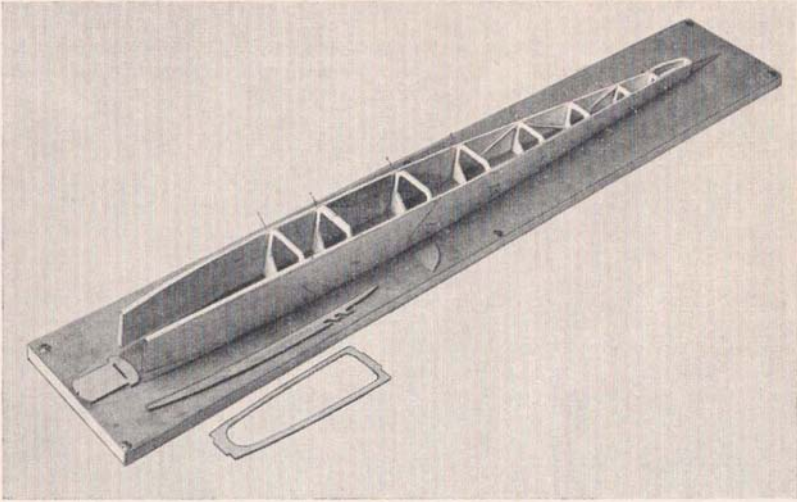

Abb. 2 Der Rumpf während des Zusammenbaues.
Nicht schwierig ist das Einpassen und Einleimen der Diagonalen (13) bis (15) und der Versteifung (16). Diesen Bauzustand zeigt die Abbildung 2.